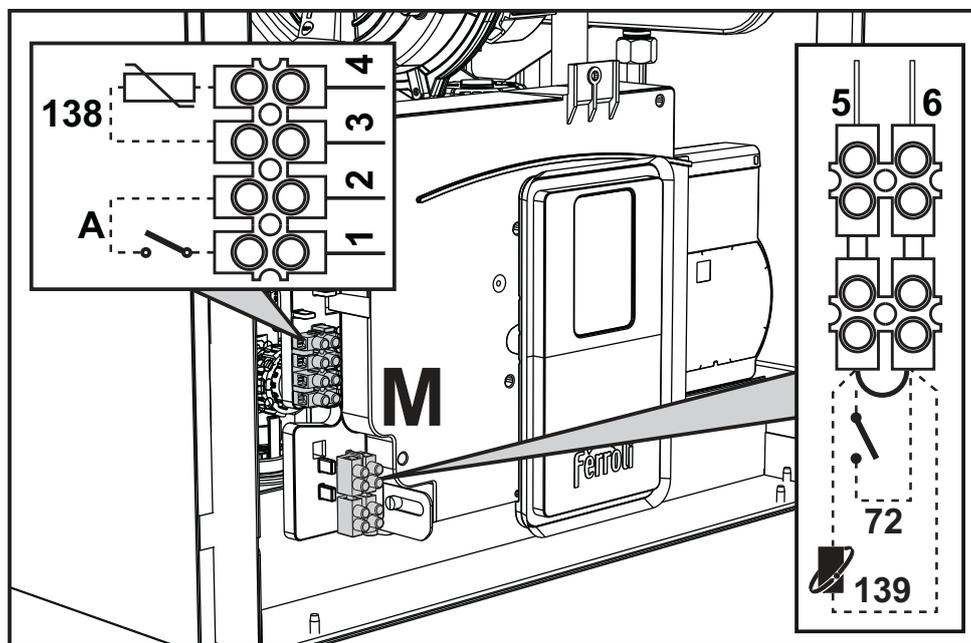

рис. 28
После снятия передней панели ( \*\*\* 'Открытие передней панели' on page 37 \*\*\* ) можно получить доступ к клеммным колодкам (М) и предохранителю (F), действуя согласно нижеприведенным указаниям ( и рис. 28). Клеммы, указанные на , должны иметь чистые контакты (не 230В). Расположение зажимов и их назначение показаны также на электрической схеме на рис. 67.
### Конфигурация выключателя ON/OFF (А рис. 28)